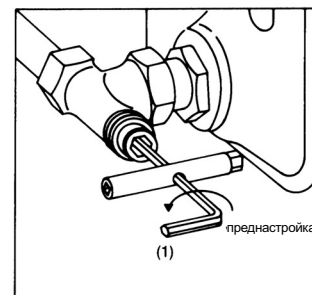

Рис. 2
- 1.3 Теперь предварительно шпindel вентиля поворотом влево шестигранным ключом SW 4 (1) в соответствии с выбранным по диаграмме количеством оборотов (рис. 2).
- 4.5 Открыть шток вентиляционной вставки шестигранным ключом SW 4 (1) поворотом влево (рис. 2). Спустить воздух из отопительного прибора.